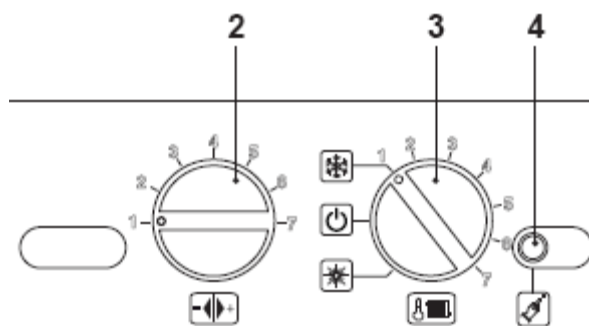

рис. 5.34
- Установите ручки 2 и 3 как указано на рис. 5.34.
- Для настройки коэффициента К, определённого рисунком 5.33, нужно войти в программирование, удерживая 15 секунд кнопку «сброс» 4, см. рис. 5.34 до появления параметра P01 на дисплее LCD; на дисплее LCD отобразится следующее (изображение P01 чередуется с ---).
- Нажимайте кнопку «сброс» 4 (см. рис. 5.34), для перехода к параметру P15 для настройки коэффициента К;
- Нажимайте кнопку «сброс» 4 (см. рис. 5.34), для перехода к параметру P13, отвечающего за